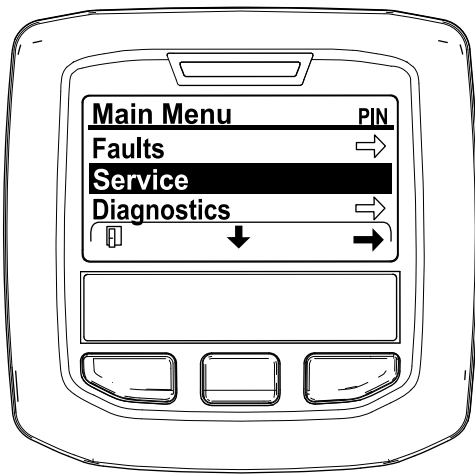

Figura 42
2. Desplácese hasta el MENÚ PRINCIPAL, pulse el botón central para desplazarse hacia abajo hasta el MENÚ MANTENIMIENTO y pulse el botón derecho para seleccionar la opción MANTENIMIENTO (Figura 42).